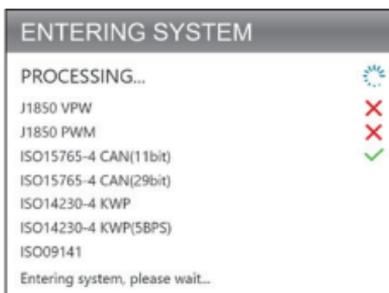

Figure 3.2.1
1. Une fois dans la fonction OBD-II, l'outil de scan communique automatiquement avec l'ordinateur de bord pour déterminer le protocole de communication. Après sa confirmation, la connexion est établie. (Voir la figure 3.2.1)